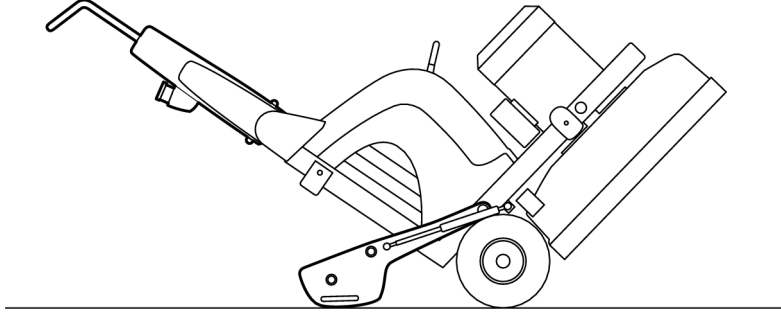

Bild 4-10. Fälla bakåt
3. Tippa maskinen försiktigt bakåt tills vikterna når golvet, se Bild 4-10, sidan 23.